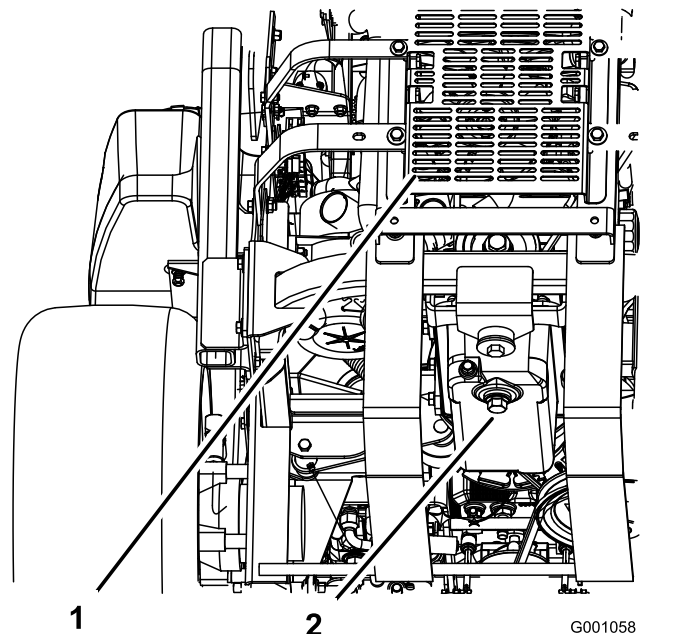

Figure 62
5. Placez un bac de vidange sous l'orifice de vidange. Retirez le bouchon de vidange et laissez s'écouler toute l'huile (Figure 62).